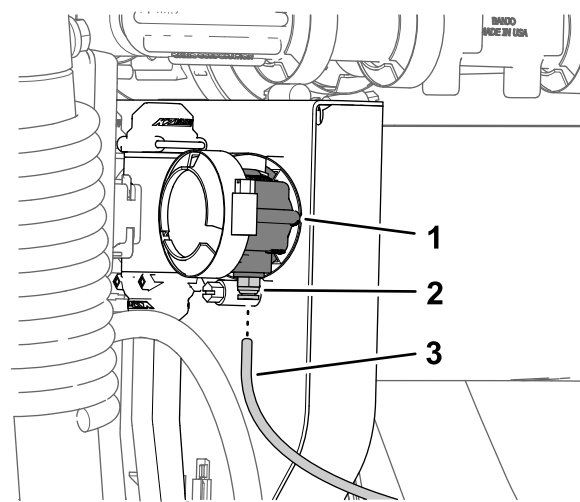

Рисунок 120
- Вставьте трубку датчика давления в запорное кольцо до полной посадки трубки (Рисунок 120).
- Подсоедините конец трубки датчика давления (пластиковой) для манометра на приборной панели к запорному кольцу соединительной муфты трубки (Рисунок 120).